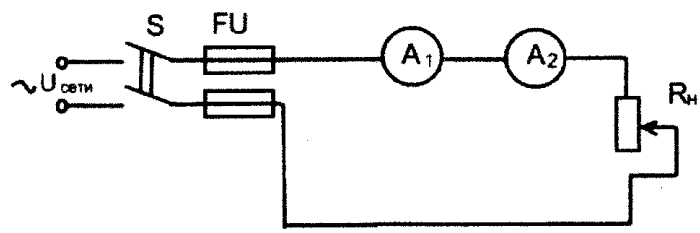

Рис.8.1
1. Собрать электрическую цепь по схеме на рис. 8.1 и показать её преподавателю для проверки. Включить последовательно с нагрузкой несколько амперметров различных систем и разных классов точности.